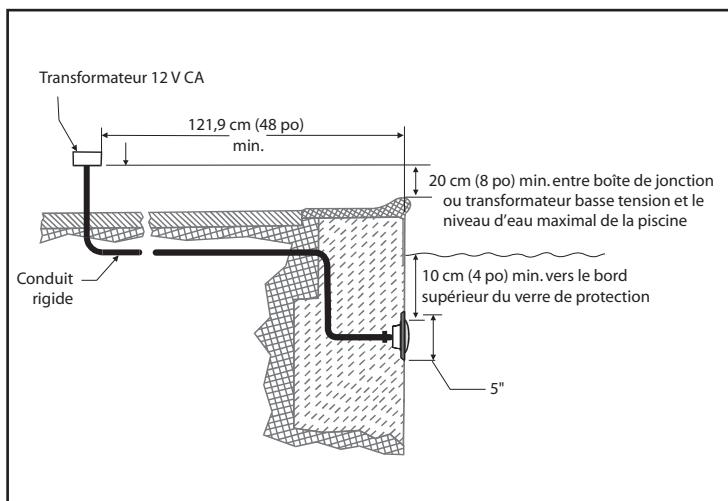

Figure 1. Installation des lampes DEL Jandy Pro Series avec fixation en plastique 3,8 cm (1,5 pouce) standard
1. La boîte de jonction, ou le transformateur basse tension, doit être située à au moins 20 cm (8 pouces) (mesurés depuis l'intérieur du fond de la boîte de jonction ou du transformateur) au-dessus du niveau MAXIMAL de l'eau, OU à au moins 10 cm (4 pouces) au-dessus du niveau du sol ou du bord de la piscine, selon ce qui est le plus haut. La boîte de jonction ou le transformateur peut aussi être installé à au moins 122 cm (48 pouces) du bord de la piscine. Voir la Figure 1.
2. Une fixation murale/un raccord de retour en plastique standard de 3,8 cm (1,5 pouce) (non inclus) doit être installé de manière à ce que le bord supérieur du verre de la lampe subaquatique soit situé à au moins 10,2 cm (4 pouces) sous la surface de l'eau dans la piscine. Voir la Figure 1.
1. Faites passer le câble dans le conduit électrique vers la boîte de jonction, en laissant au moins 35,5 cm (14 pouces) de câble libre dans le conduit près de la paroi de la piscine pour permettre l'hivernage. Voir la Figure 1.